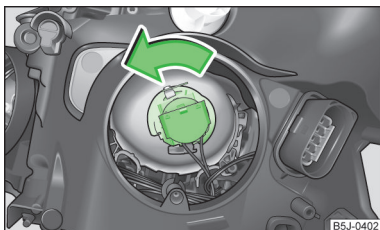

Abb. 155
- › Den Stecker mit der Glühlampe bis zum Anschlag **entgegen dem** Uhrzeigersinn drehen » Abb. 155 und herausnehmen.